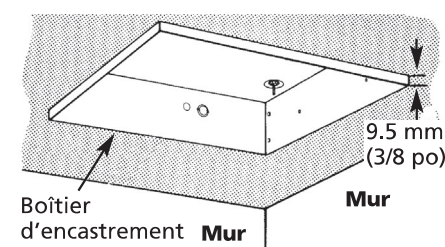

Figure 7
- Placer le boîtier d'encastrement dans l'ouverture du plafond et aligner les marques sur les côtés du boîtier d'installation avec le bas du plafond fini (Figure 7). Ceci placera le bord du boîtier d'installation à 9,5 mm (3/8 po) sous le plafond et permettra à la plaque d'encastrement d'être à plat contre le plafond.